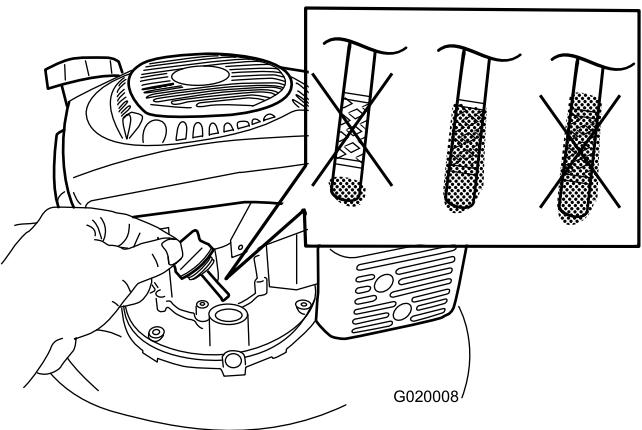

Figure 5
- Versez de l'huile **lentement** dans le goulot de remplissage pour faire monter le niveau de liquide jusqu'au repère du plein sur la jauge (Figure 5). **Ne remplissez pas excessivement.** (Niveau max. : 0,59 l, type : huile détergente SAE 30 ou SAE 10W-30, classe de service API SJ ou supérieure.)
**Remarque:** Chaque fois que vous vérifiez le niveau d'huile, sortez la jauge et essuyez-la sur un chiffon propre, remettez-la dans le goulot de remplissage (**sans** la visser), puis ressortez-la et vérifiez le niveau (Figure 5).
- Retirez la jauge (Figure 5).